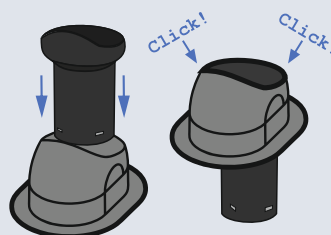

Rys. 1.
3. Oznaczyć otwór w pokryciu odrysowując go od wewnętrznego otworu podstawy (Rys. 1).